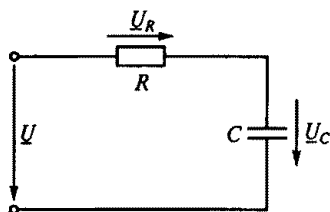

Рис. 87
3.26.Р. Цепь с последовательно соединенными резистором R и конденсатором C , показанная на рис. 87, подключена к источнику питания с постоянным напряжением $U = 100$ В. Как распределится напряжение на участках цепи?